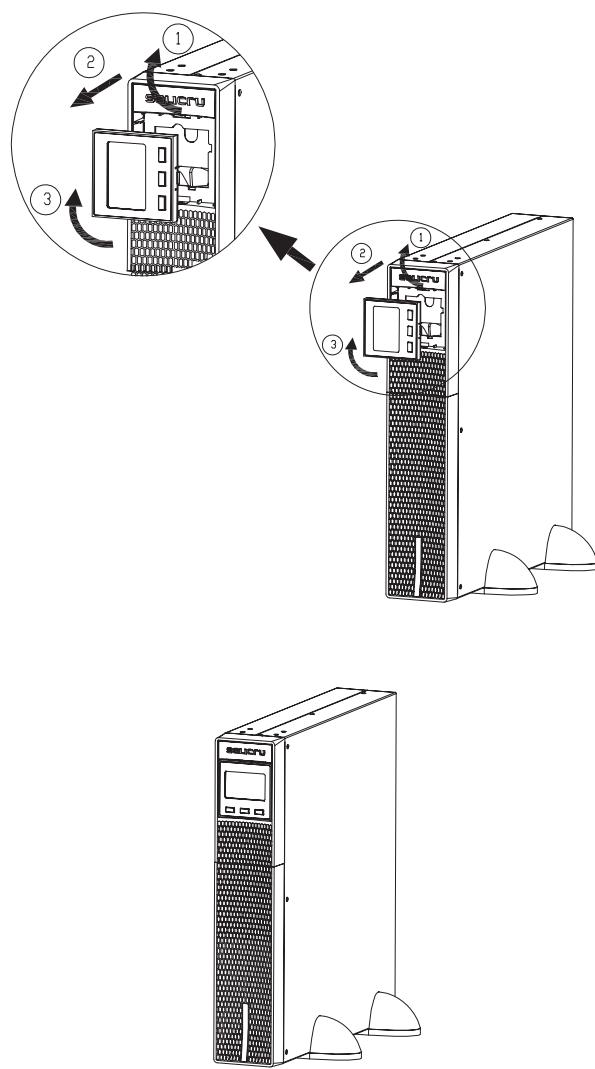

Abb. 7. *Rotation des Bedienfelds mit LCD-Display über die Kunststoff-Frontverkleidung.*
- Das Gerät ist ursprünglich ab Werk für den Einbau als Rack vorgesehen. Um das Lesen der Meldungen auf dem Display zu erleichtern, wenn das Gerät vertikal installiert ist, wird empfohlen, das Bedienfeld im Uhrzeigersinn um 90° zu drehen (siehe Abb. 7).